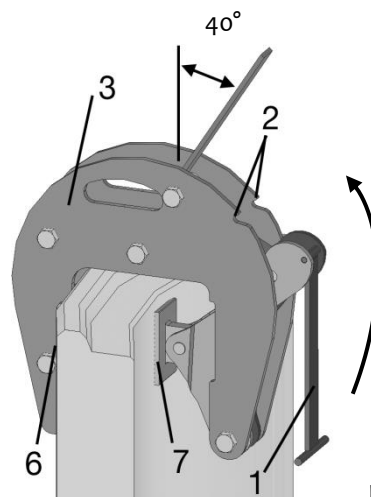
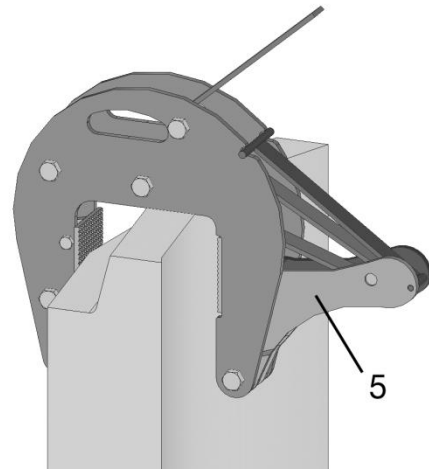

Рис. 2
Рис. 3
- Поверните открытый держатель (1) вверх (рис. 2) и зафиксируйте его в двух пазах (2) наружного кронштейна (3): Теперь хомут зафиксирован с максимальной шириной открытия (Рис. 3). При регулировке убедитесь, что **натяжные ремни сняты и не перекручены.**
- Разблокируйте все открытые держатели (1) и поверните их вниз: угловые рычаги (5) поворачиваются вперед при помощи пружин.
- Две зажимные губки (6) и (7) должны касаться кольца по всей поверхности (рис. 2). Поднимите кольцо подъемного вала прибл. на 10 см.